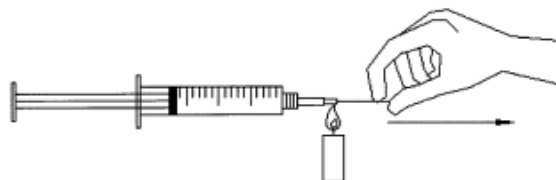

Figura 1
1. Coloca la aguja en la punta de la jeringa, y con la llama de una vela caliente la base de la aguja (donde se une al cono de plástico) de manera que ésta se afloje, y entonces jala la aguja hasta que se desprenda de su base (Figura 1).